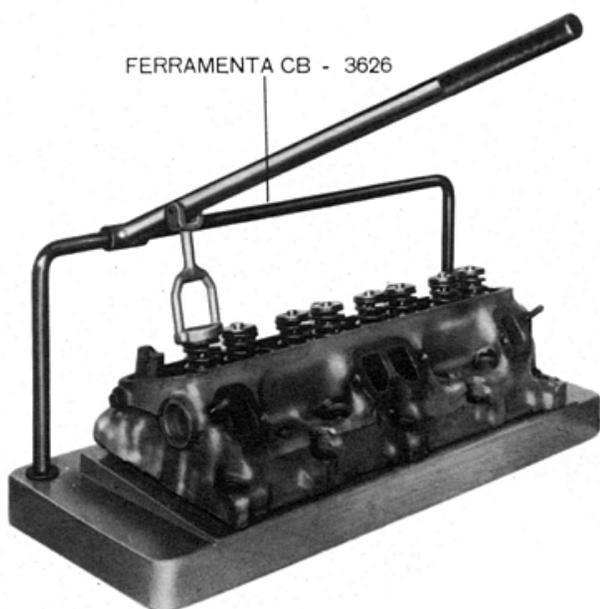

Fig. 3 — Suporte do cabeçote e compressor das molas das válvulas
- Com o cabeçote removido, comprimir as molas das válvulas com a ferramenta CB-3626 (Fig. 3)